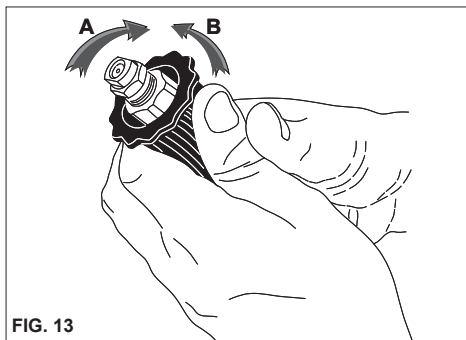

FIG. 13
ANVENDELSE AF DET REGULERBARE HOVED (fig. 13)
- Luk grebets beskyttelsesdæksel, når rengøringsmaskinen ikke anvendes. (fig. 13).